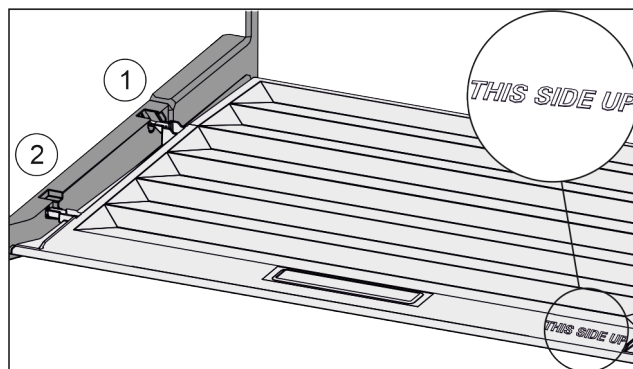

Fig. 104
- ▶ Вставить поперечные ребра крышки через отверстие заднего держателя *Fig. 104 (1)* и защелкнуть спереди в держателе *Fig. 104 (2)*.